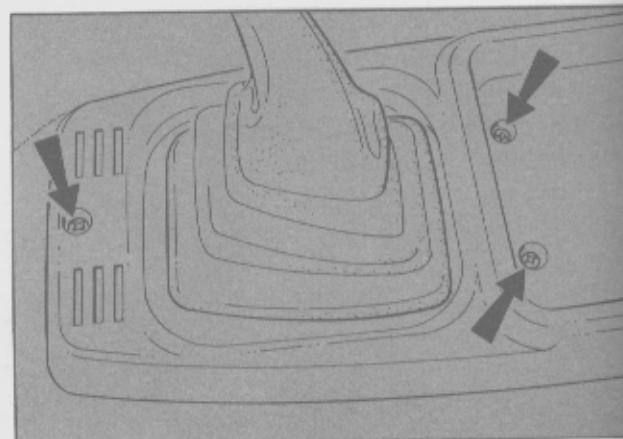

Fig.9
- Colocar la consola como se indica en el capítulo correspondiente (Fig. 9).